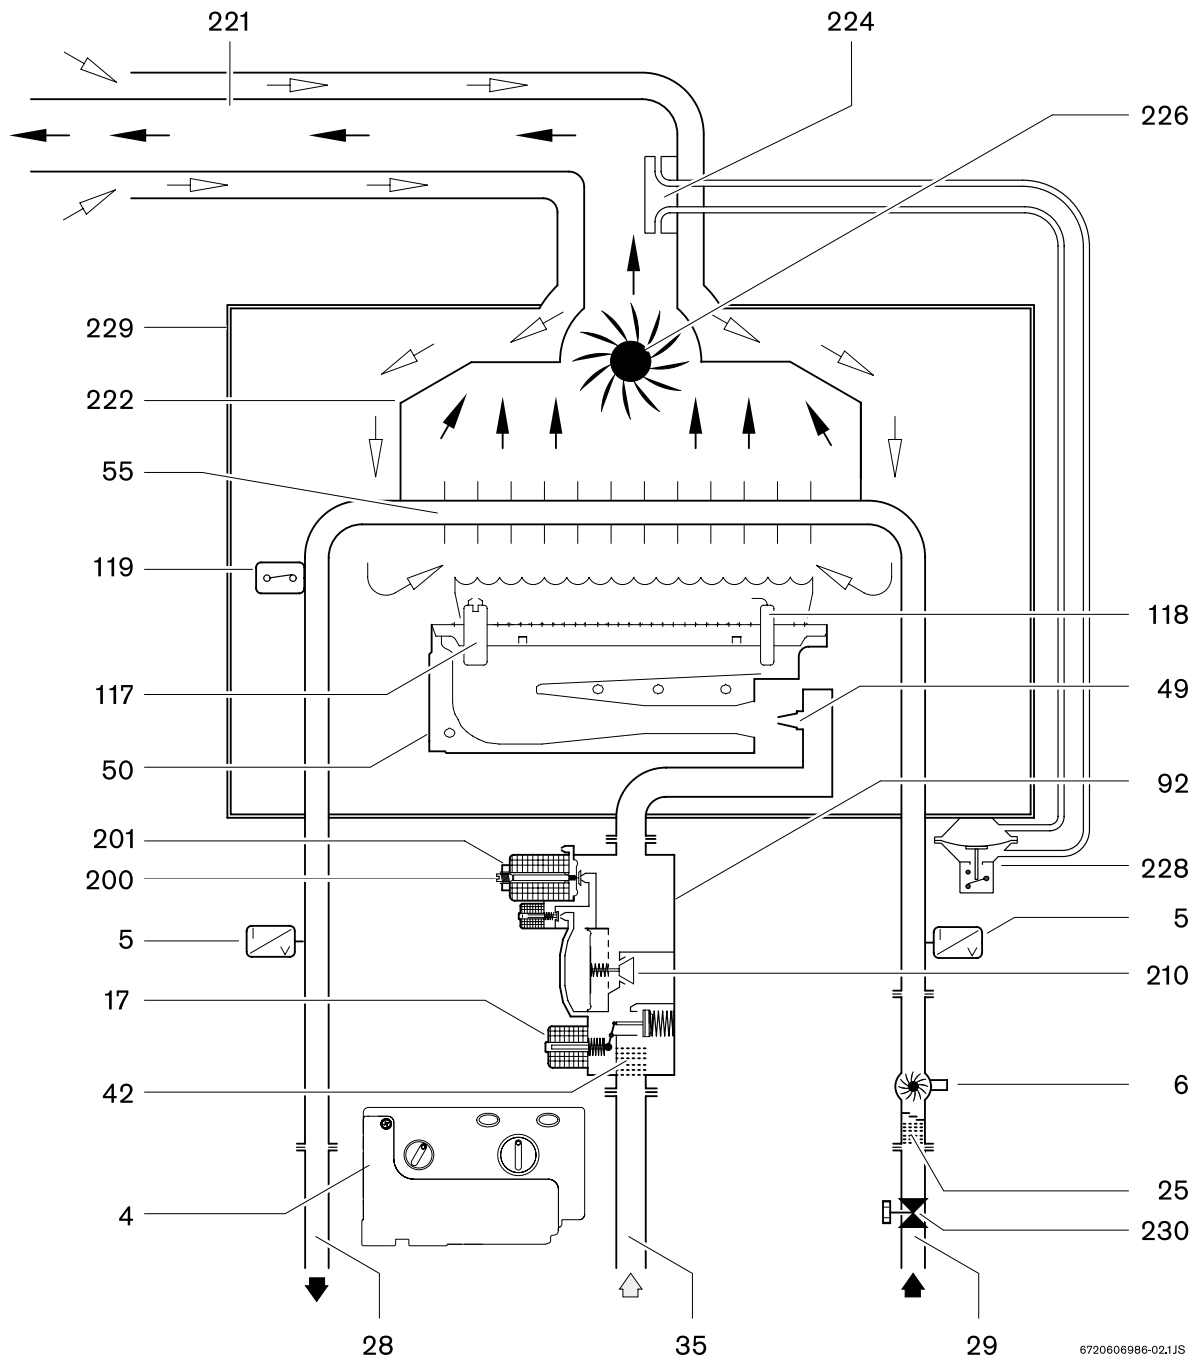

Fig. 2 Schema di funzionamento
- ▶ Non installare l'apparecchio in ambienti che presentino rischi in cui la temperatura possa scendere a 0° C. Nel caso, chiudere il rubinetto d'ingresso acqua fredda (Fig. 2, pos. 230), aprire un rubinetto d'acqua calda, svitare con una chiave di misura corrispondente l'apposita vite (Fig. 14, pos. 3) e scaricare l'acqua presente nell'apparecchio.